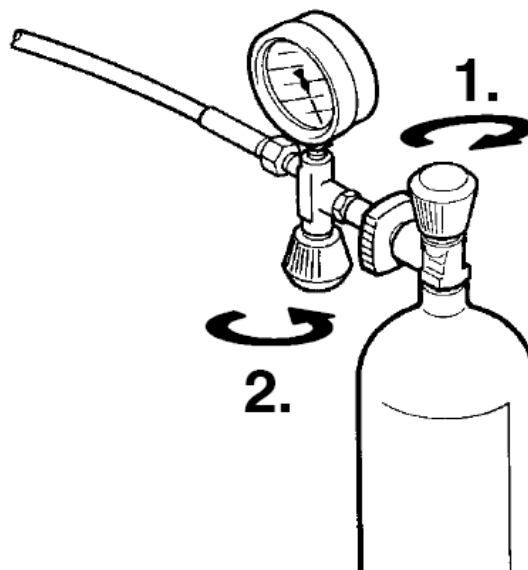

Рис.17. Отсоединение баллона
- После достижения финального давления в баллоне **сначала закройте вентиль баллона (1, рис.17), затем закройте вентиль заполняющего устройства** поворотом по часовой стрелке до упора (2).